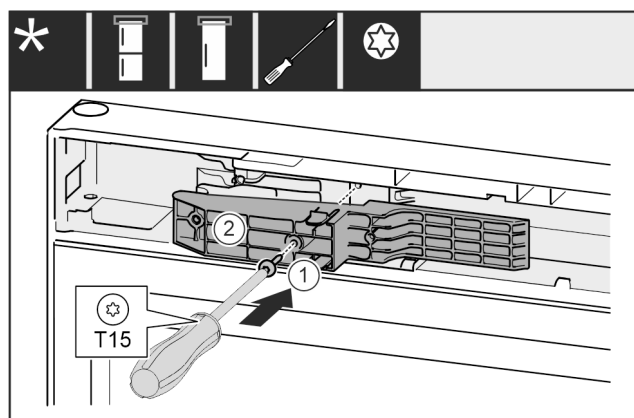

Fig. 54 *
- ▶ Placer l'adaptateur Fig. 54 (1) côté poignée dans l'évidement.*
- ▶ Serrer la vis Fig. 54 (2) avec un tournevis.*